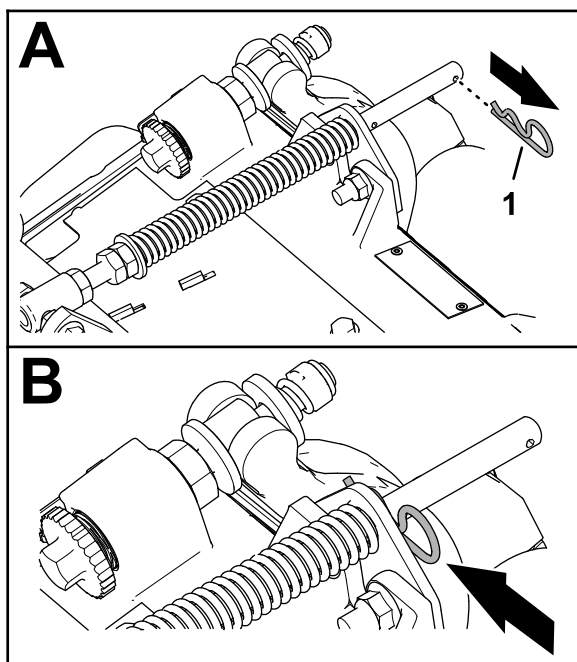

Рисунок 17
- Если в заднем отверстии штока пружины компенсации установлен игольчатый шплинт, извлеките его и вставьте в отверстие рядом с кронштейном (Рисунок 17).